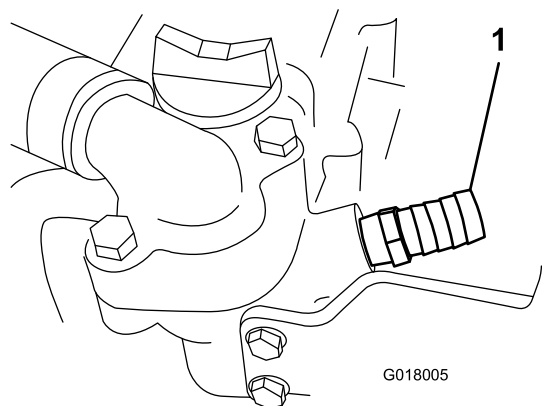

Figura 20
2. Posizionate una bacinella di spurgo. Togliete il tappo sotto e davanti al vano del termostato, applicate del sigillante per tubi ai filetti nel raccordo diritto da 5/8 poll. e installate sull'unità (Figura 20).